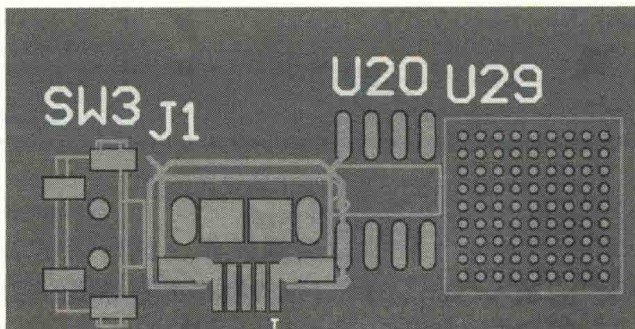

图 15-38 绿色警告
36. 问：如图 15-38 所示，PCB 完成导入后元件总是绿色高亮显示，如何解决？